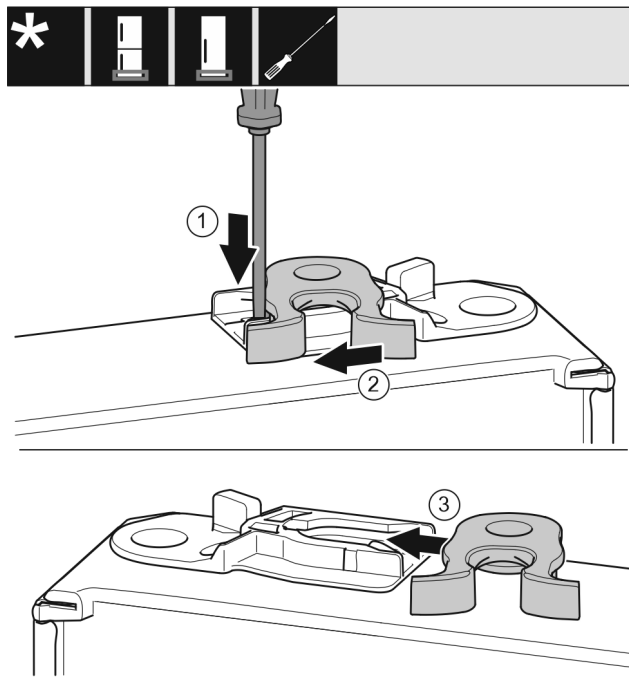

Fig. 20
- ▶ С плоска отвертка натиснете езичето Fig. 20 (1) надолу.
- ▶ Извадете затварящата кука Fig. 20 (2) от водача.
- ▶ Вкарайте затварящата кука Fig. 20 (3) във водача от другата страна.